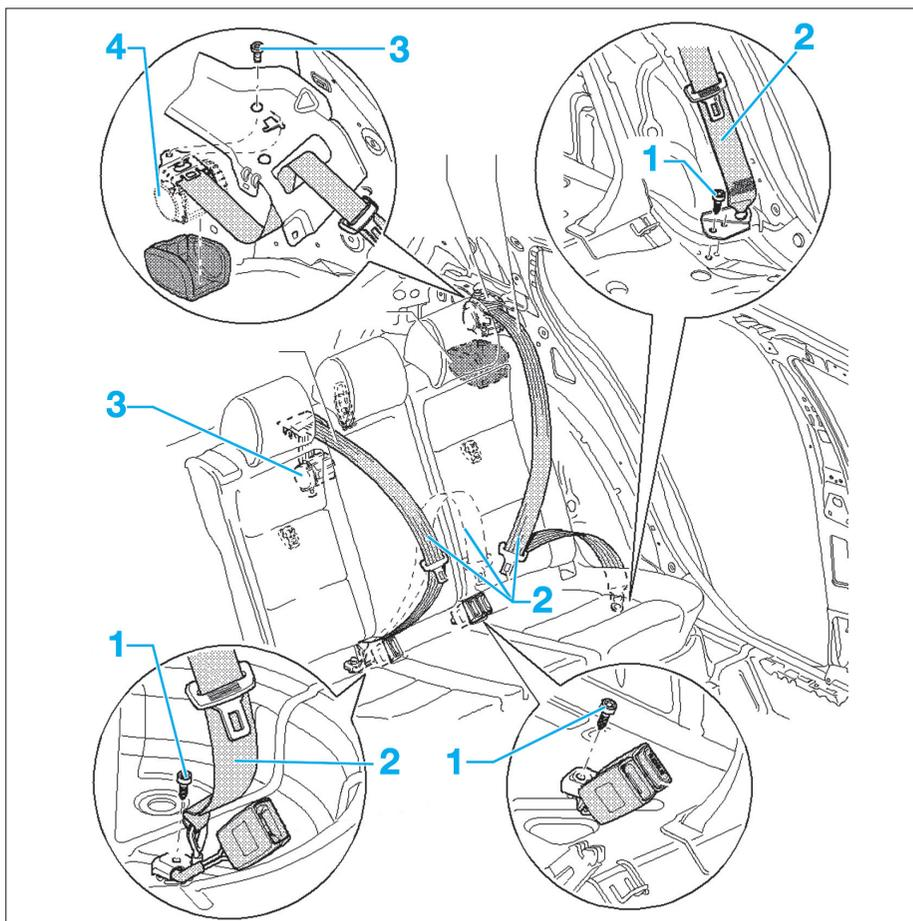

Fig. 23
- Déposer la vis de fixation (1) de la ceinture de sécurité (2) (Fig.23).
- Déposer la vis (3) de fixation du prétensionneur (4).